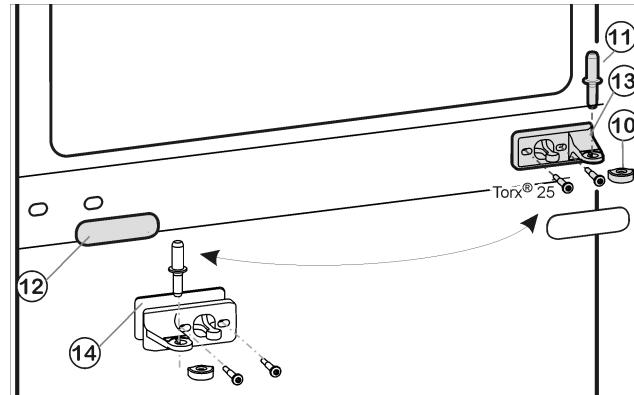
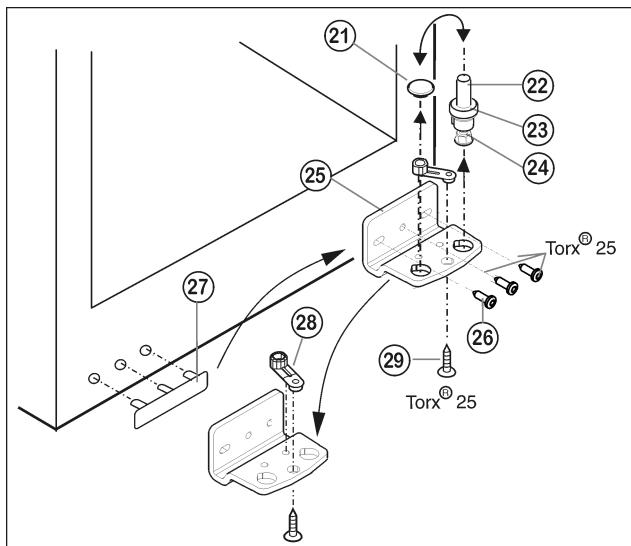

Fig. 5
Fig. 6
► Вытащите из опорного кронштейна и нижней дверцы средний опорный винт Fig. 5 (11).
► Снимите пластмассовый колпачок Fig. 5 (10).
► Открутите средний опорный кронштейн Fig. 5 (13) (2 шт. Torx® 25).
- Осторожно снимите накладку Fig. 5 (12).
► Прикрутите средний опорный кронштейн Fig. 5 (13) с подкладкой Fig. 5 (14) с поворотом на 180° на новую сторону шарнира (**с моментом 4 Нм**).
- ▶ Защелкните накладку Fig. 5 (12), повернув на 180 °, на стороне, где теперь будет ручка.
- ▶ Извлеките опорный винт Fig. 6 (22) в комплекте с шайбой Fig. 6 (23) и регулируемой опорой Fig. 6 (24), вытягивая его вверх.
- ▶ Снимите пробку Fig. 6 (21).
- ▶ Открутите Fig. 6 (26) опорный кронштейн Fig. 6 (25).
- ▶ Открутите Fig. 6 (29) опорную деталь Fig. 6 (28) и, переставив в отверстие на противоположной стороне опорного кронштейна, снова прикрутите.
- ▶ Осторожно снимите и переставьте на противоположную сторону крышку со стороны ручки Fig. 6 (27).
- ▶ Снова прикрутите опорный кронштейн Fig. 6 (25) на новой стороне шарнира (**с моментом 4 Нм**). При необходимости используйте аккумуляторный шуруповерт.
- ▶ Переставьте пробку Fig. 6 (21) в свободное отверстие.
- ▶ Вновь установите опорный винт Fig. 6 (22) в комплекте с шайбой и регулируемой опорой. При этом фиксатор должен быть направлен назад.
- ▶ Установите нижнюю дверцу сверху на нижний опорный винт Fig. 6 (22).
- ▶ Снова наденьте пластмассовый колпачок Fig. 5 (10) на средний опорный кронштейн Fig. 5 (13).
- ▶ Вставьте средний опорный винт Fig. 5 (11) на новой стороне шарнира через средний опорный кронштейн Fig. 5 (13) в нижнюю дверцу.
- ▶ Установите верхнюю дверцу на средний опорный винт Fig. 5 (11).
- ▶ При необходимости выровняйте дверцы через два продольных паза в нижнем опорном кронштейне Fig. 6 (25) и среднем опорном кронштейне Fig. 5 (13) параллельно корпусу устройства. Для этого выкрутите средний винт на нижнем опорном кронштейне Fig. 6 (25).